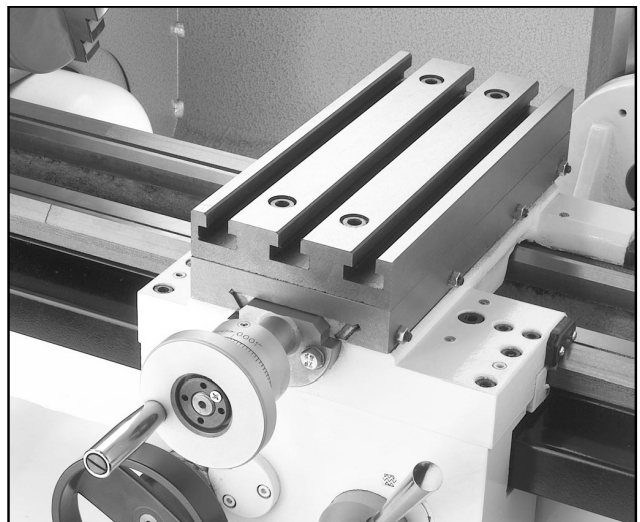

Fig. 14 Fræsebordet monteret på tværs-læde.
- Monter fræsebordet på tværs-læden. Anvend en 6 mm indstiksnøgle for montering af bordets maskinskrue. Fig. 14 viser fræsebordet monteret på tværs-læde.